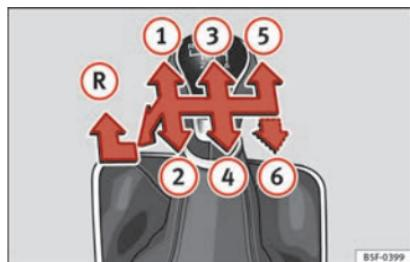

Fig. 54 Schéma d'une boîte mécanique 5 vitesses ou 6 vitesses.
Les positions des vitesses sont représentées sur le levier de vitesses » **fig. 54**.
- Au point mort, appuyez sur le levier de vitesses, déplacez-le complètement vers la gauche puis vers l'avant pour passer la marche arrière » **fig. 54 R**.